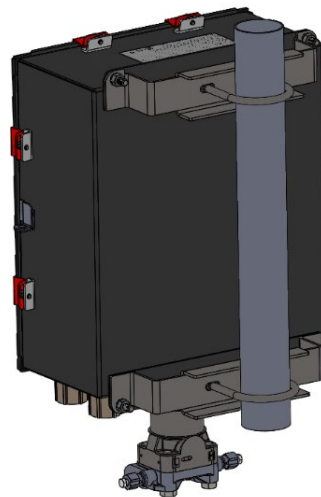

Figura 7. FB2200 (carcaça de alumínio) em montagem em tubo
2. O FB2200 é montado em um tubo ou poste de duas polegadas (veja a *Figura 7*) ou pode ser montado em parede ou painel usando os quatro orifícios na caixa e fixações adequadas.